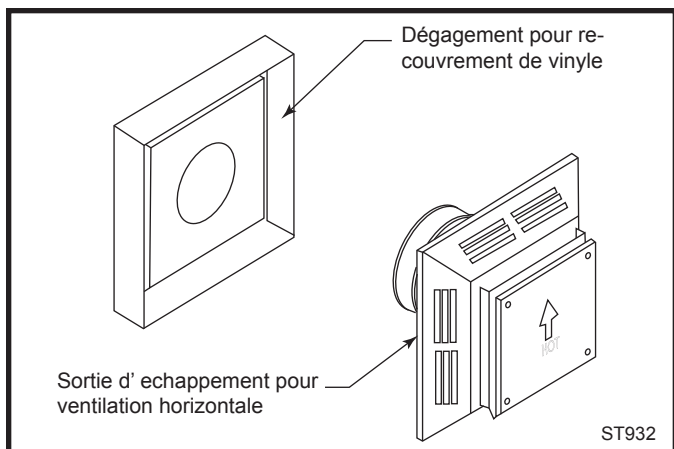

Fig. 43 Dégagement pour recouvrement de vinyle et sortie d'échappement pour ventilation horizontale.
recouvrement de vinyle sur le côté extérieur du mur (assurez-vous qu'il est au niveau et centré avec l'ouverture) avec les vis (fournies) aux quatre (4) coins du dégagement. Fixez la sortie d'échappement pour ventilation horizontale au dégagement. (Fig. 43)